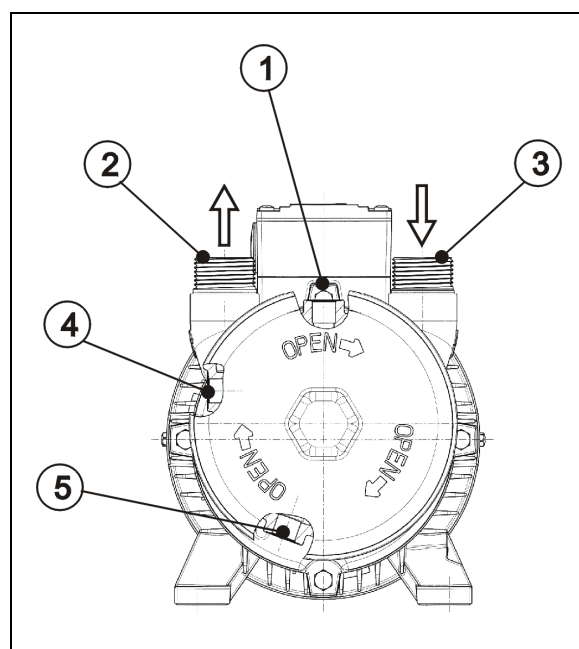

fig. 7: Raccordi di tubazioni e flessibili della pompa per vuoto / del compressore
Per la disposizione dei raccordi di tubazioni / flessibili vedi fig. 7, pag.24.
Il tronchetto di aspirazione (fig. 7, pag. 24, pos. 3) è contrassegnato con una freccia rivolta verso il basso (↓).
Il tronchetto di pressione (fig. 7, pag. 24, pos. 2) è contrassegnato con una freccia rivolta verso l'alto (↑).
Il raccordo del liquido di servizio (fig. 7, pag. 24, pos. 1) è situato tra il tronchetto di pressione e quello d'aspirazione.